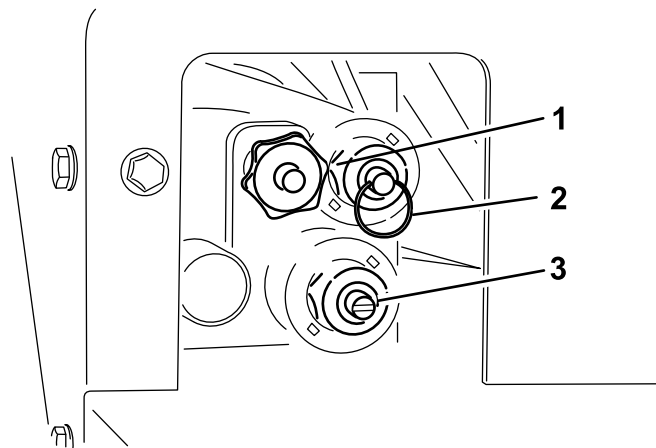

Figura 25
L'accesso di bypass si trova sul lato guidatore del circuito idraulico (Figura 25).
- Per sollevare la tramoggia (Figura 25), inserite l'anello sullo stelo della valvola.
- Per abbassare la tramoggia (Figura 25), estraete l'anello sullo stelo della valvola.
- Per regolare la velocità dello spargitore (Figura 25), con un cacciavite a testa piatta girate il dispositivo in senso orario per aumentarla e in senso antiorario per diminuirla.
- Per regolare la velocità del piano (Figura 25), girate la manopola in senso orario. Nel Sistema di funzionamento con codici colore viene usata la velocità del piano massima così che questa regolazione possa essere eseguita in assenza di flusso idraulico. Questo è particolarmente importante quando la tramoggia è piena di sabbia.